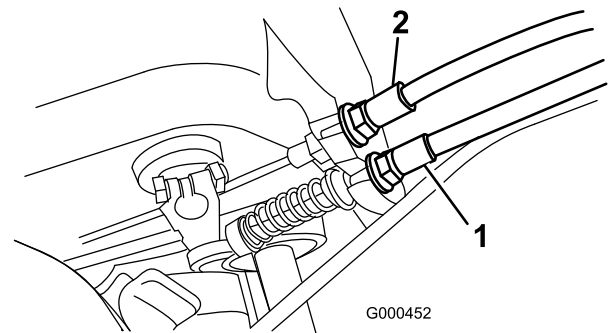

Bild 32
- Wenn Sie die Zugspannung erhöhen möchten, lösen Sie die Klemmmutter des vorderen Zugs und ziehen Sie die Klemmmutter des hinteren Zugs an (Bild 32), bis eine Kraft von 5 bis 6 kg benötigt wird, um die Bremse zu aktivieren. Die Kraft sollte am Einstellhandrad gemessen werden. Stellen Sie die Bremse nicht zu fest ein, da das Bremsband sonst schleifen könnte.